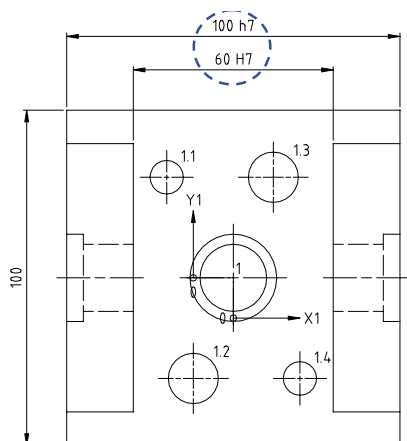

图 8-93 “主视图”标注公差配合
5) 对“主视图”中相关尺寸标注公差配合。“主视图”中 100h7, 60H7, 如图 8-93 所示。